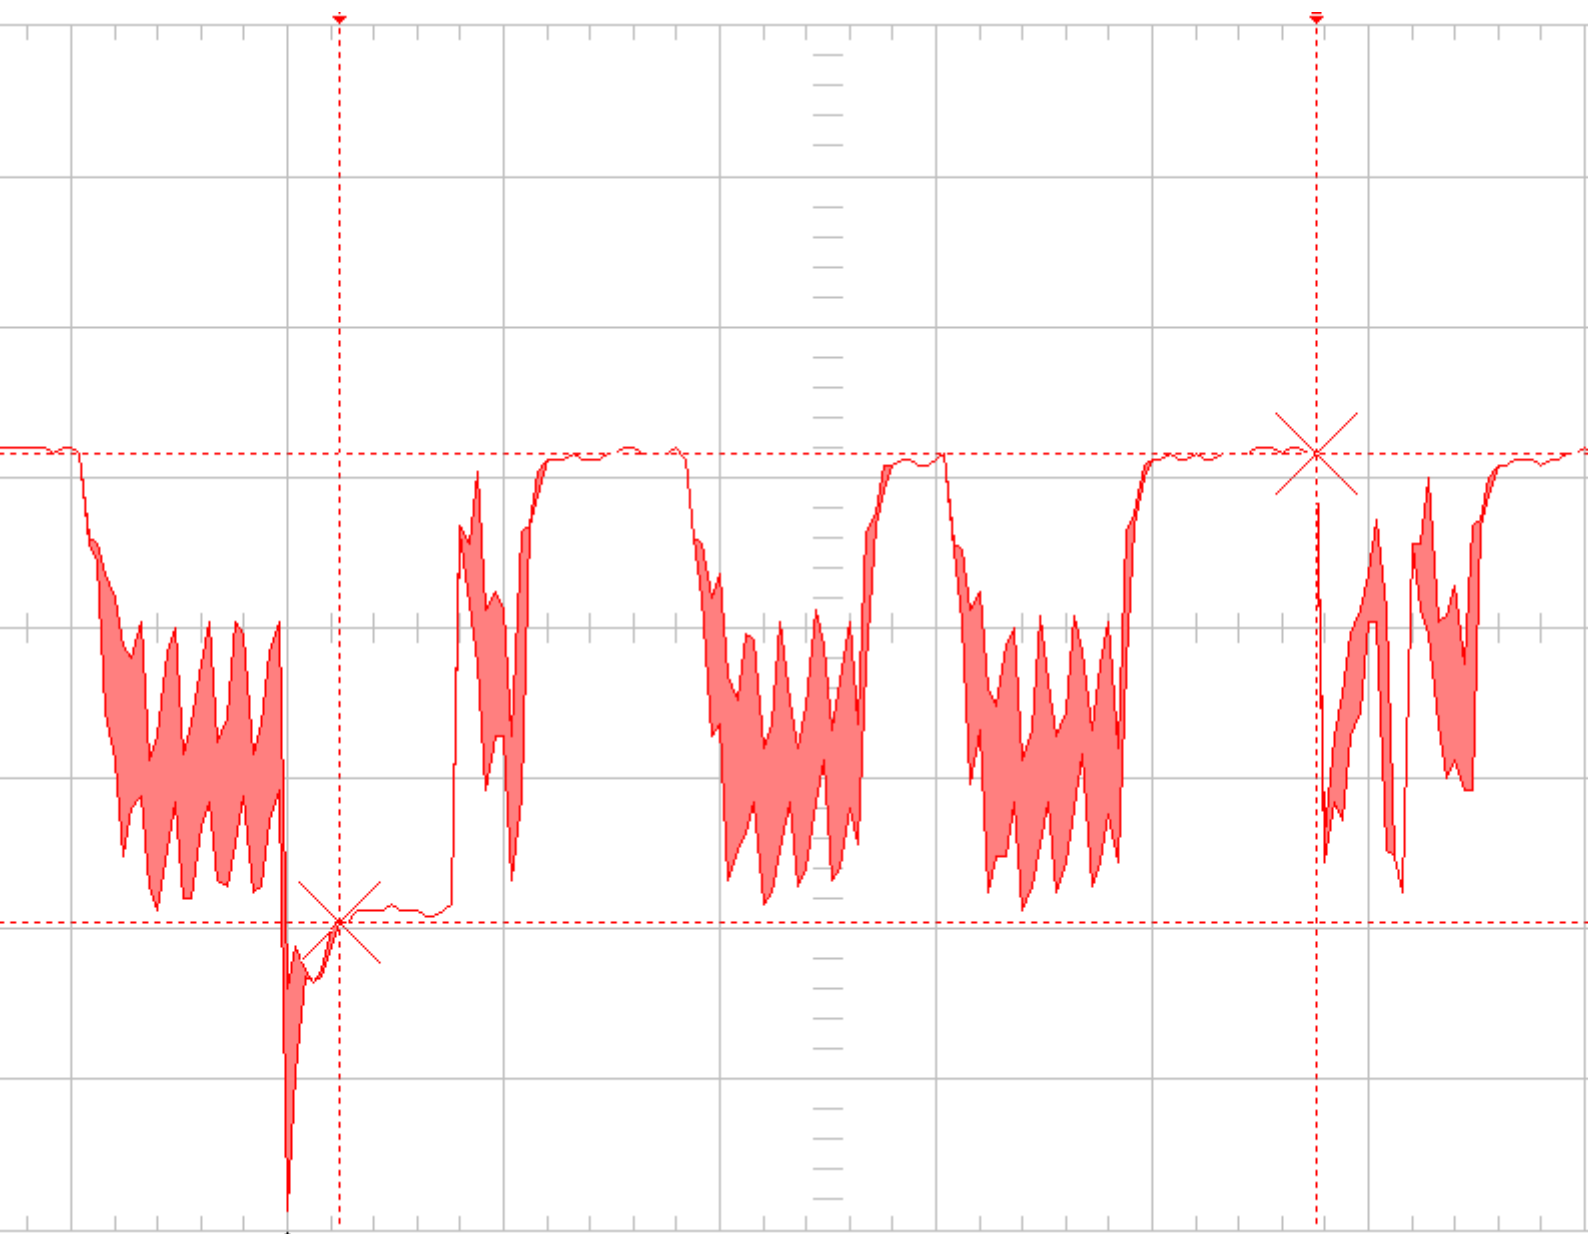

Figura 5 – Deformação no sinal RS485 com equipamentos que respondem ao mestre por possuírem o mesmo endereço
- Colisão de dados: A colisão acontece quando um equipamento tenta comunicar e a linha não está em tristate. Outra situação com colisão é quando se tem endereços repetidos no barramento. Como o endereço padrão (default) é o 126, é comum se ter em algumas situações, principalmente durante o comissionamento e startup de aplicações, a condição de endereços repetidos. Veja figura 5.